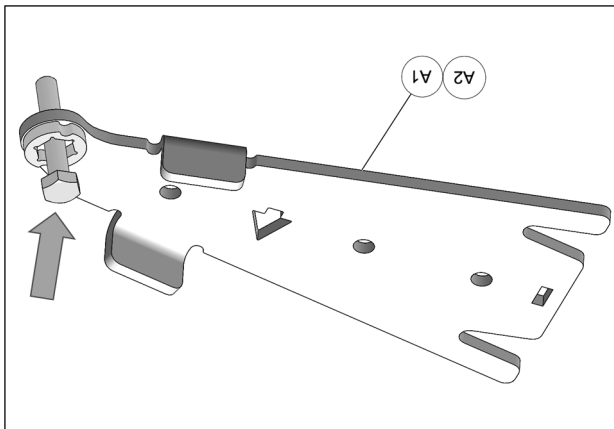

Fig. 16
4. Insérer un boulon à l'extrémité de chacun des ancrages de suspension avant (A1-A2). Fig. 16